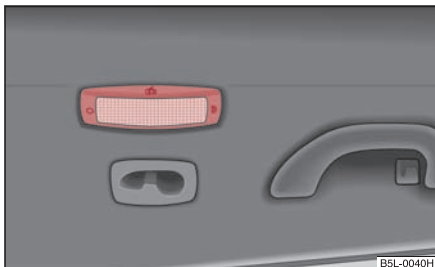

Fig. 65 Imagine din plafon: Luminile de citit pentru locurile spate
- Apăsați geamul în zona simbolului  ⇒ fig. 65.